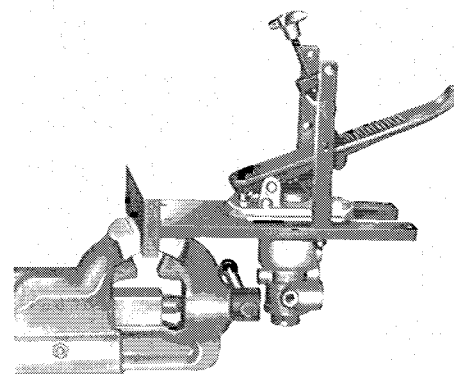

Abb. 6
- f) Nach erfolgter Einstellung die Meßbuchse So.-Wzg. 033 aus dem Gerät herausdrehen und die Teile, Federn (4) und (6) Schalter (5) sowie Kappe (10) mit Nutring (7) Scheibe (8) und Dichtring (9) einsetzen und festdrehen.
- Spannvorrichtung mit Bremsventil im Schraubstock umspannen (Abb. 6).